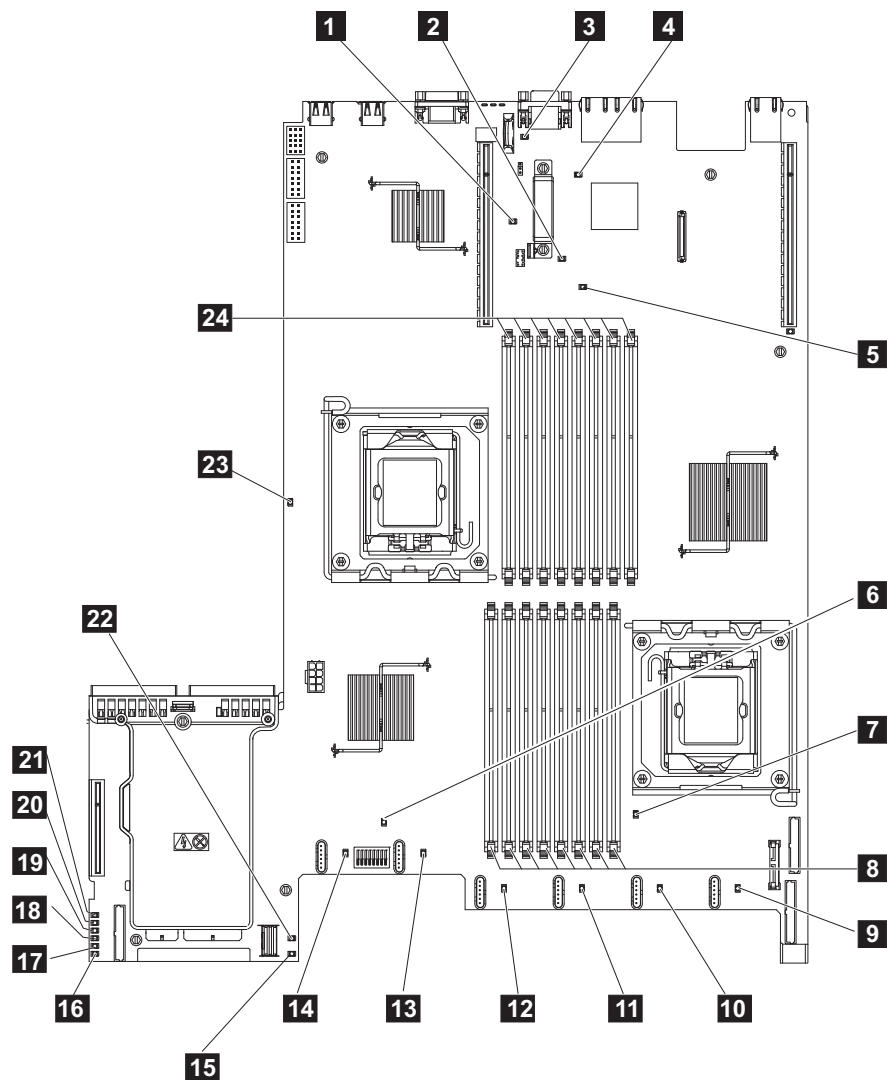

図 94. SAN ボリューム・コントローラー 2145-CF8 システム・ボード LED 診断パネル
- 323 ページの表 60 を参照して、特定のライト・パス診断 LED 用に指定されたアクションを実行します。その後、ステップ 3 (326 ページ) に進みます。アクションによっては、システム・ボード上の LED 状態を監視している必要があります。321 ページの図 94 は、システム・ボード LED の位置を示しています。ファン LED はそれぞれのファンに隣接して配置されています。必要な LED を表示するには、以下のアクションを実行します。